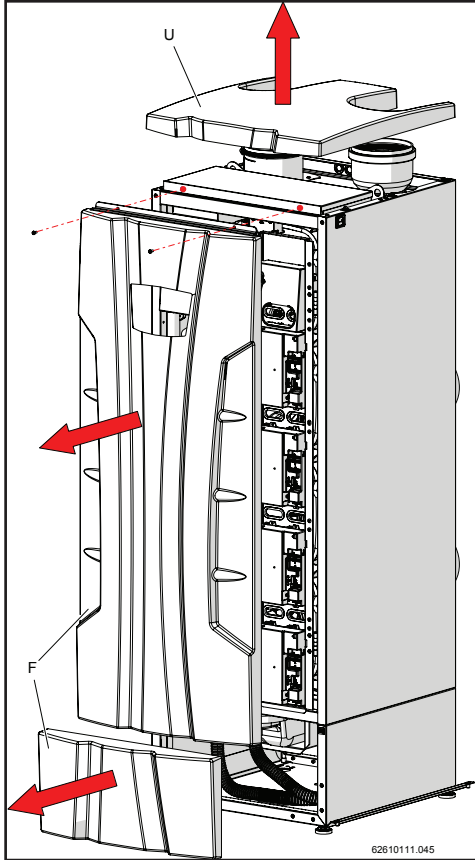

Figure 15-35
- 2.- Retirer le couvercle inférieur et supérieur avant "F" et la couverture supérieure "U" de l'appareil, comme le montre la figure 15-35.